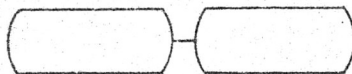

Рис.18
8.7. Подключить СИ-49 к КТ-7. Наблюдаемая осциллограмма имеет аналогичный вид, который изображен на рис. 16, но по амплитуде больше 0,1 В/дел. Пакеты импульсов должны следовать без провалов, рис. 18